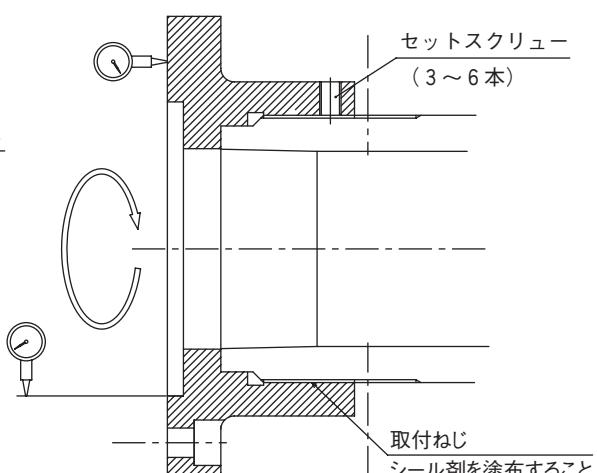

図10 シリンダアダプタの振れ測定
- シリンダアダプタの面振れ及びインローの振れは0.005mm以下にして取付ること。（図10）
- シリンダアダプタの緩み止めのセットスクリューを必ず設けてください。（図10）